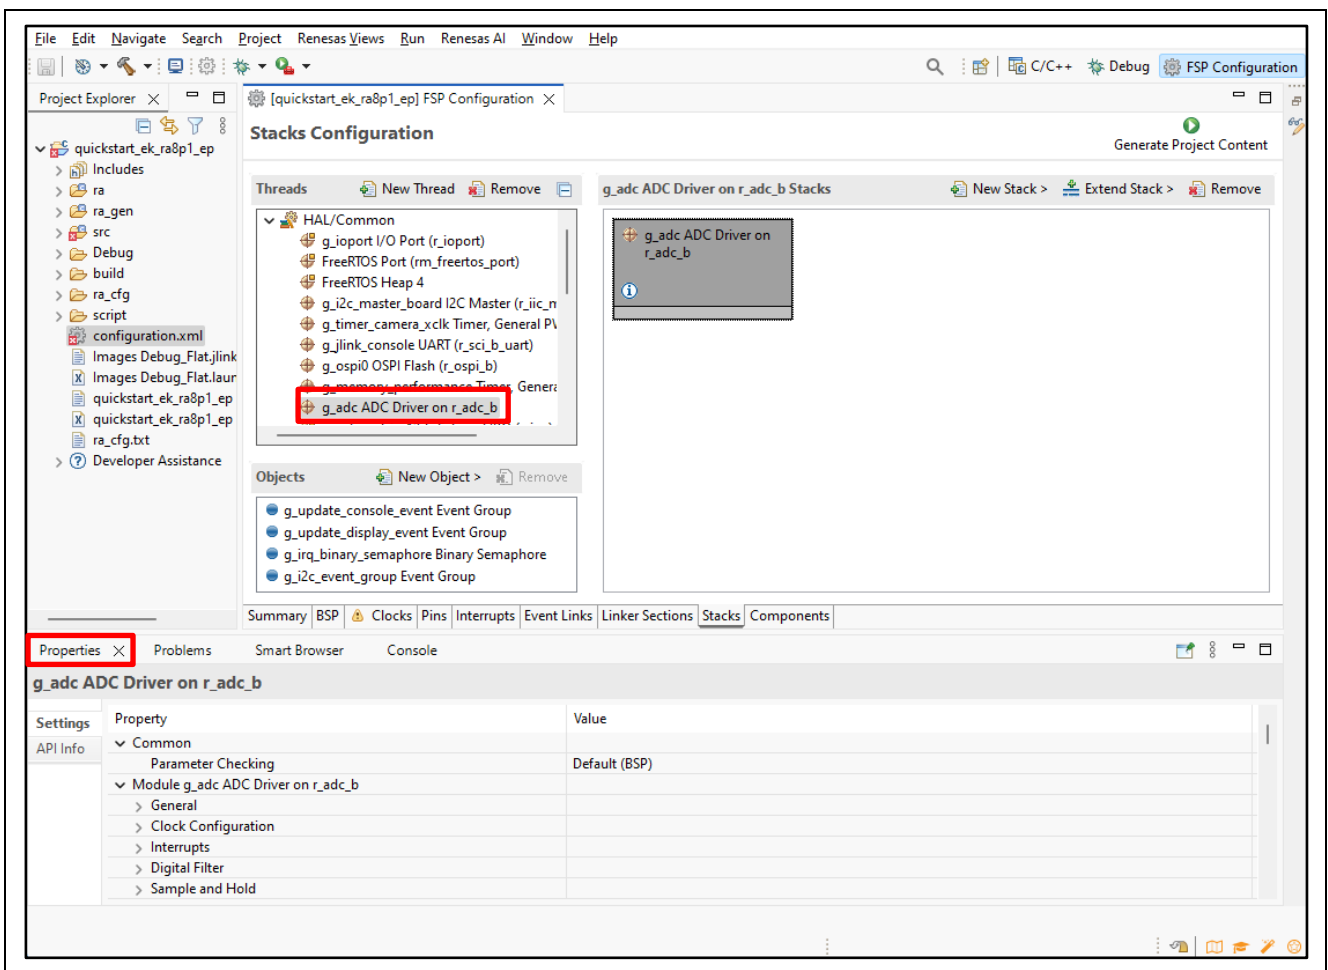

図 32. Configuration 設定の変更
- たとえば、FSP Configuration ウィンドウの **[Stacks]** タブで、ユーザはモジュールをクリックして選択し、必要に応じて **Properties [プロパティ]** タブで Configuration 設定を変更できます。図 32 は、ADC ドライバ設定の変更を示しています。